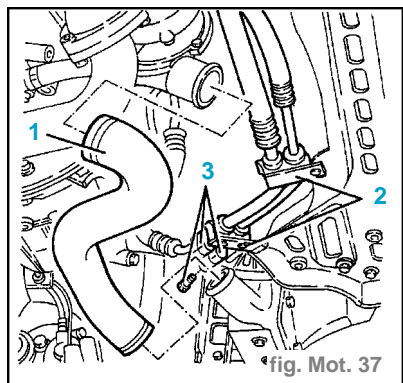

fig. Mot. 37
- Déconnecter et déposer le manchon (1) de refoulement de l'air du turbocompresseur à l'échangeur de chaleur air-air. (fig. Mot. 37)